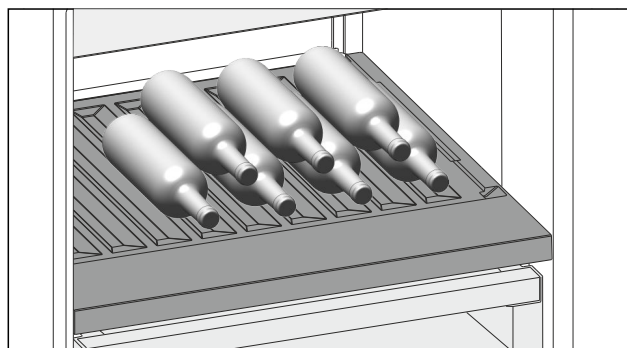

Fig. 148 Exempelbild
- Lägg in flaskorna med botten bakåt mot bakväggen. (se Fig. 148)